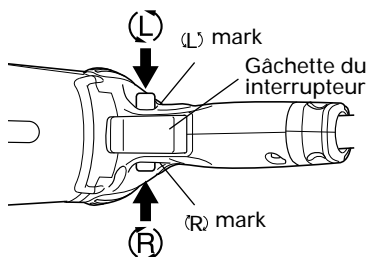

Fig. 7
9. Vérification du sens de rotation (Fig. 7)